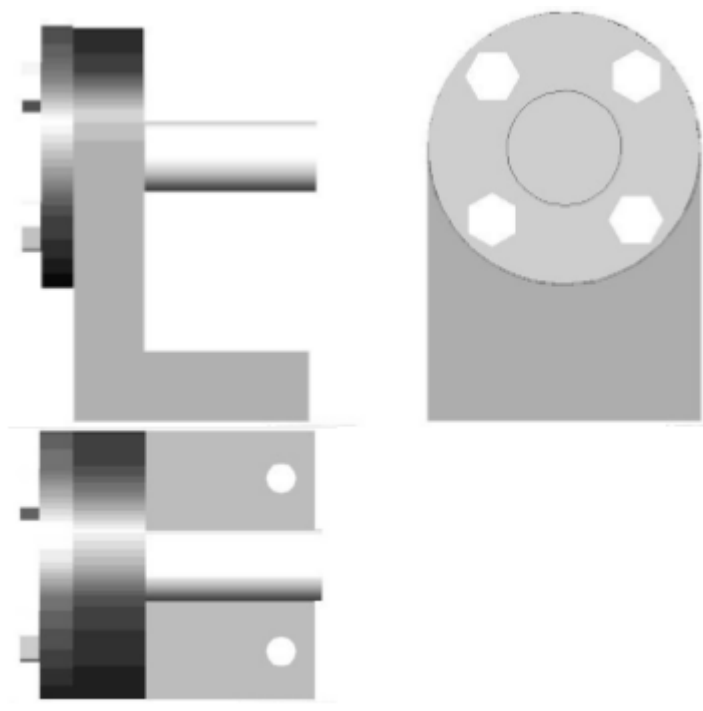

Рис. 31
4) Будують три види (вид спереду, вид зверху, вид зліва) складальної одиниці вузла (рис. 31)